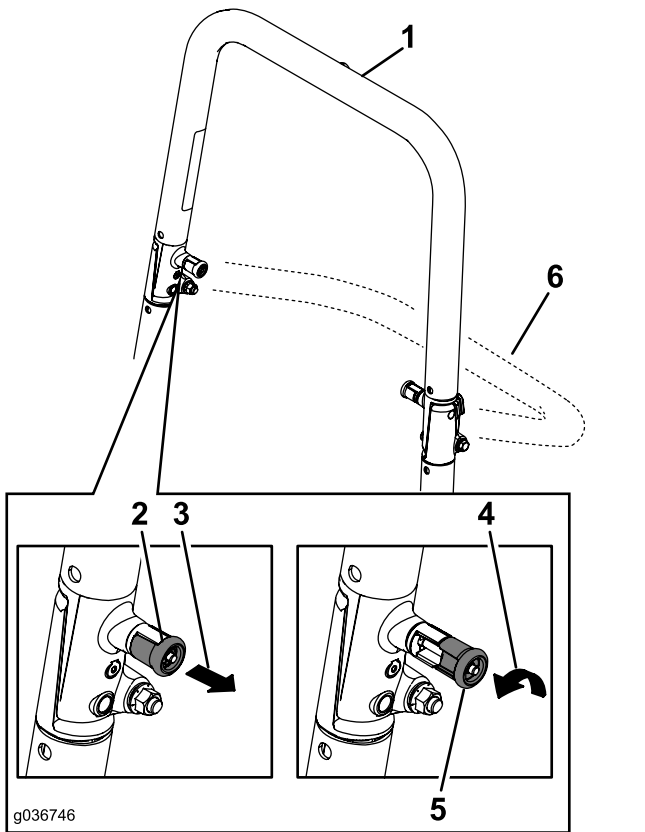

Bild 9
2. Ziehen Sie beide Handräder heraus und drehen sie um 90°, damit sie nicht eingerastet sind (Bild 9).
3. Senken Sie den Überrollbügel ab (Bild 9).
1. Heben Sie den Überrollbügel in die Betriebsstellung an und drehen die Handräder, bis sie sich teilweise in den Schlitzen bewegen (Bild 9).
2. Klappen Sie den Überrollbügel ganz hoch und drücken Sie gleichzeitig auf den oberen Überrollbügel, damit die Stifte einrasten, wenn die Löcher mit den Stiften ausgefluchtet sind (Bild 9).